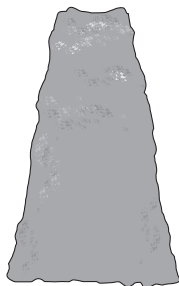

Fig. 8
**NOTA:** A la hora de dar forma al seto, es aconsejable conseguir una forma trapezoidal (Fig. 8). Un corte trapezoidal corresponde al crecimiento natural de las plantas y da lugar a un crecimiento óptimo del seto, ya que permitirá que haya más luz en el extremo inferior del mismo.